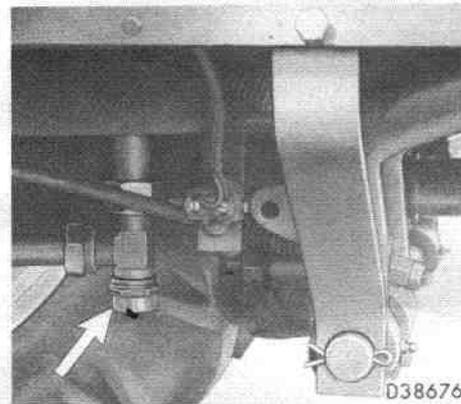

Fig. 147 - Vis de vidange d'huile de l'hydraulique
Si l'on ne possède aucun dispositif de vidange, on peut tout de même vidanger l'huile par l'orifice de vidange du raccord en T (voir flèche sur la figure 147), mais dans ce cas, il resterait dans le réservoir un résidu d'huile d'environ 2,5 cm de hauteur. Afin de vidanger correctement, et d'éviter cet inconvénient, procéder comme suit :
- c) Arrêter le moteur, dévisser le bouchon du raccord en T (fig. 147) et laisser s'écouler l'huile dans un récipient. Il est préférable d'aspirer le résidu d'huile avec un tuyau.